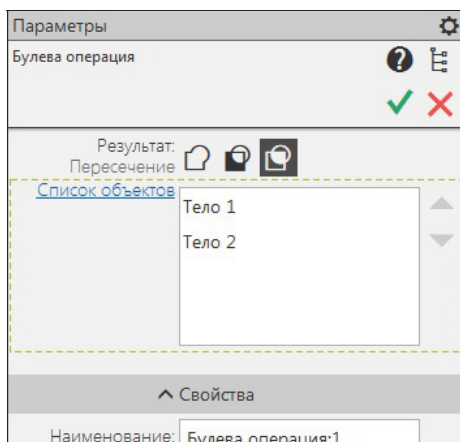

Рис. 21.21. Панель **Параметры: Булева операция**
- ◆ укажите в **Дереве** модели проведенные операции выдавливания: **Операция выдавливания:2** и **Операция выдавливания:1**. Указанные тела подсвечиваются в окне модели и появляются в окне **Список объектов** на панели **Параметры: Булева операция** (рис. 21.21). Далее задается тип булевой операции с помощью кнопок группы **Результат**: